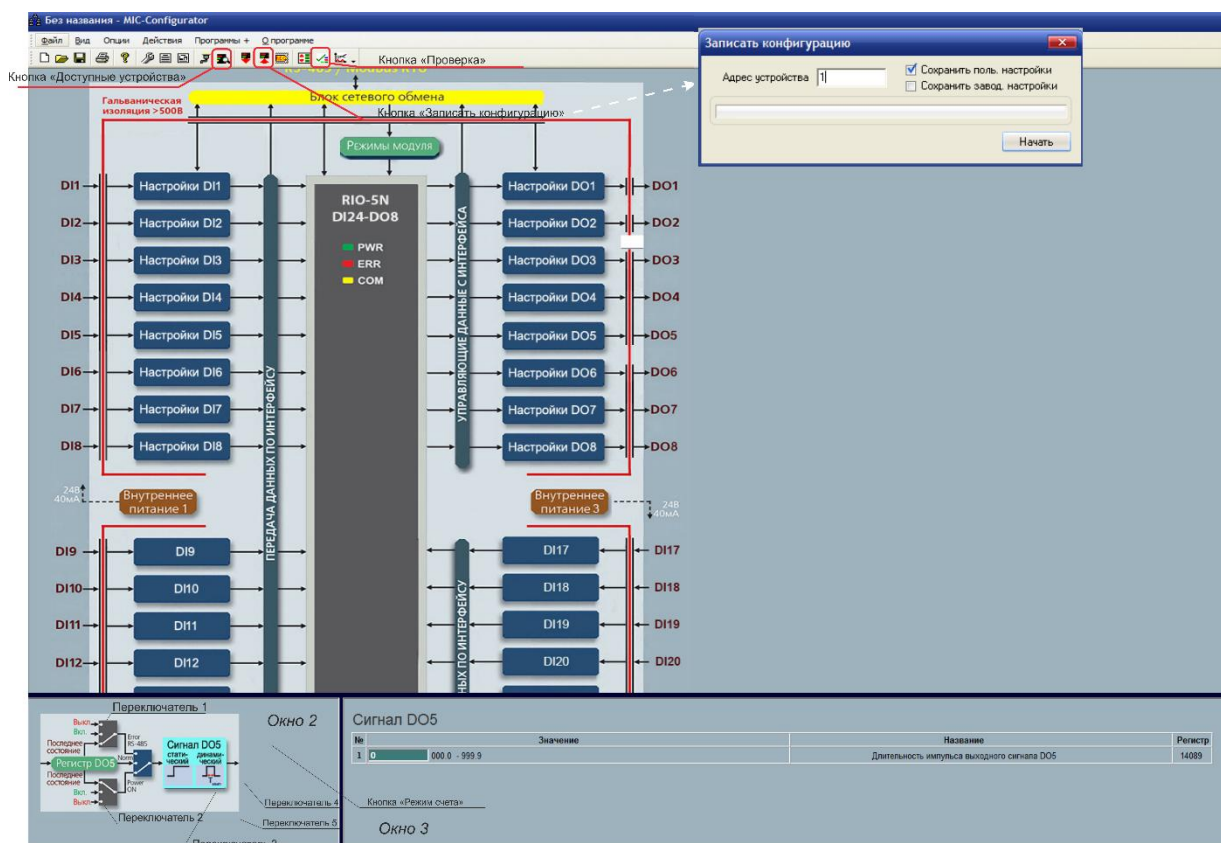

Рисунок 4.7 – Редагування конфігурації
4.3.6.6 У МІК-Конфігураторі натиснути клавішу "Доступні пристрої" (див. рис. 4.7) та здійснити пошук модуля згідно з пунктом 4.3.4.